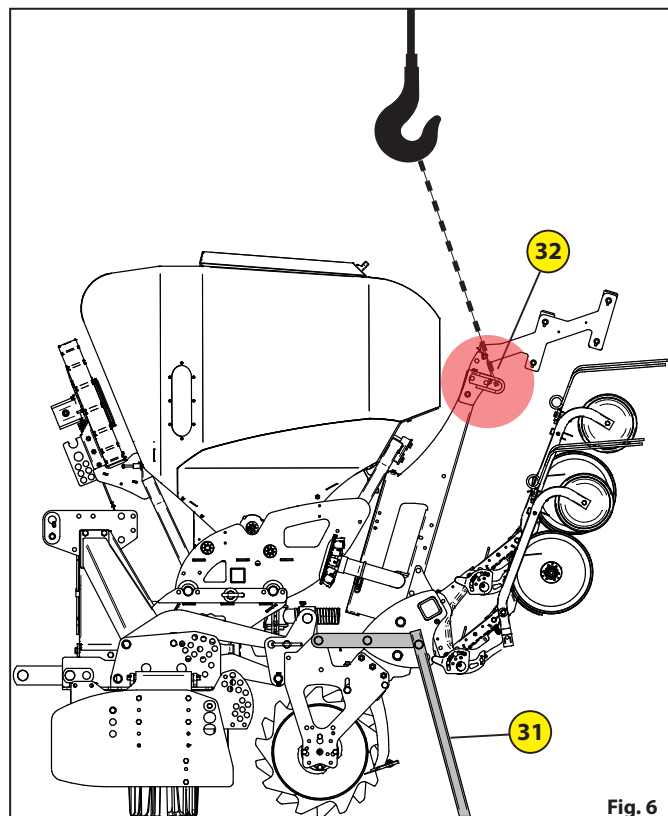

Fig. 6
- Zaczeplić siewnik do podnośnika lub dźwigu za pomocą uchwytów służących do podnoszenia **32** « Fig. 6 ».